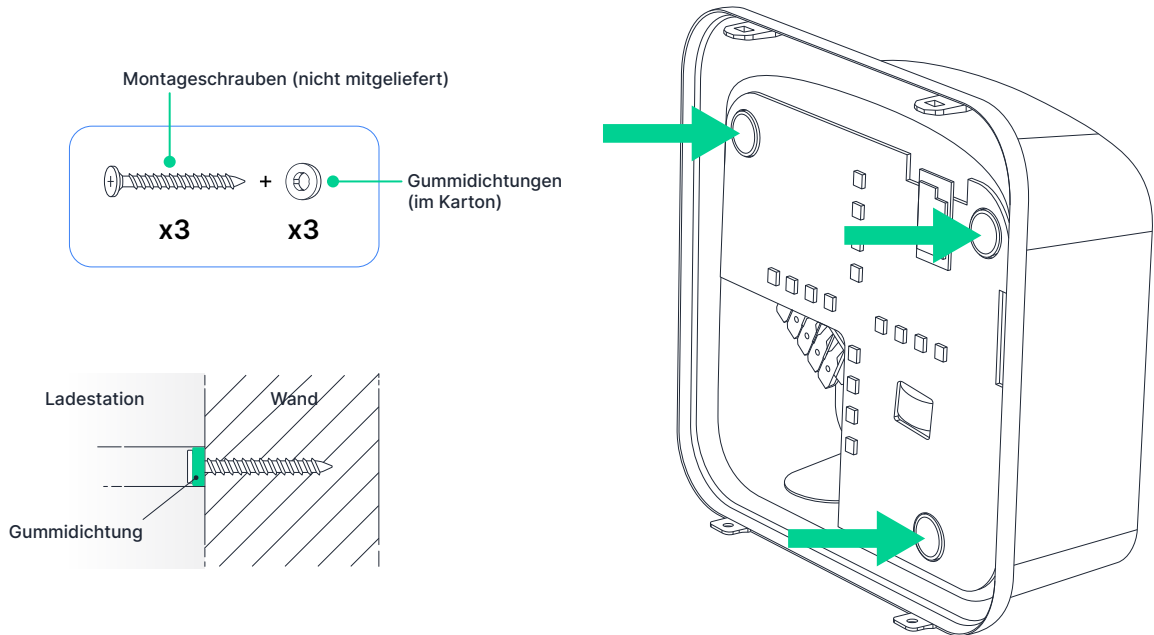

Abb. 6 - Befestigungspunkte der Ladestation
5. Bohren Sie an den markierten Befestigungspunkten Löcher in die Wand. Der Durchmesser der Löcher hängt von der Art der verwendeten Ankerschraube ab. Verwenden Sie immer Ankerschrauben, die für die Wandoberfläche geeignet sind (z. B. Ziegel/ Beton, Gipskarton, Polystyrol-Dämmung), und beachten Sie die Empfehlungen des Herstellers der Ankerschrauben. **Ankerbolzen und entsprechende Schrauben sind nicht im Lieferumfang enthalten. (Abb. 6-Seite 18)**
9. Befestigen Sie den Hauptkörper der Ladestation an der Wand, indem Sie die Schrauben mit der mitgelieferten Gummidichtungsscheibe durch die Befestigungspunkte stecken und mit einem Schraubendreher handfest anziehen. (**Abb. 6, Seite 18**)